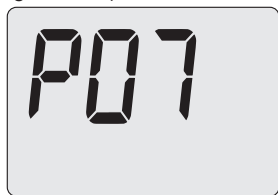

Figura 5.38
- Scorrere i vari parametri utilizzando i tasti 13 o 14 fino a far apparire sul display LCD codice **P07**, indicante l'entrata nel "parametro P07" (Figura 5.38).
- Premendo il tasto 13 o 14 (Figura 5.36) si ottiene la conferma del valore inserito e si ritorna alla lista parametri Figura 5.38.